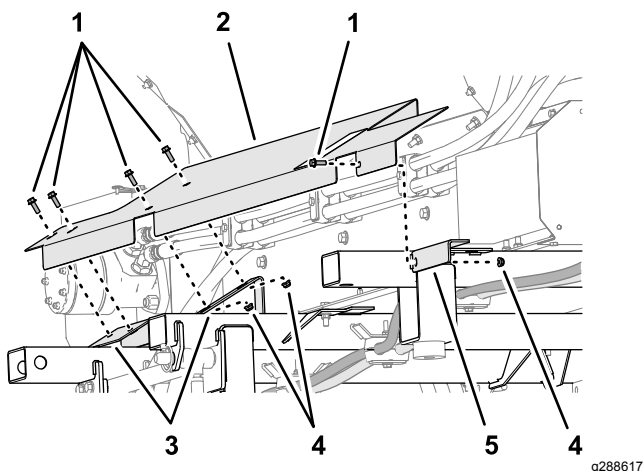

Figura 27
1. Allineate i fori dello schermo laterale con i fori dei 2 supporti degli schermi delle traverse centrale e posteriore e la staffa a L della traversa anteriore (Figura 27).
- Montate la protezione laterale sul supporto protezione della traversa centrale (Figura 27) con 2 viti a testa cilindrica flangiata ($\frac{1}{4}$ " x $\frac{3}{4}$ ") e 2 dadi di bloccaggio flangiati ($\frac{1}{4}$ ").
- Montate la protezione laterale sulla staffa a L della traversa anteriore (Figura 27) con una vite a testa cilindrica flangiata ($\frac{1}{4}$ " x $\frac{3}{4}$ ") e un dado di bloccaggio flangiato ($\frac{1}{4}$ ").
- Montate la protezione laterale sul supporto protezione in corrispondenza della traversa posteriore (Figura 27) con 2 viti a testa cilindrica flangiata ($\frac{1}{4}$ " x $\frac{3}{4}$ ").